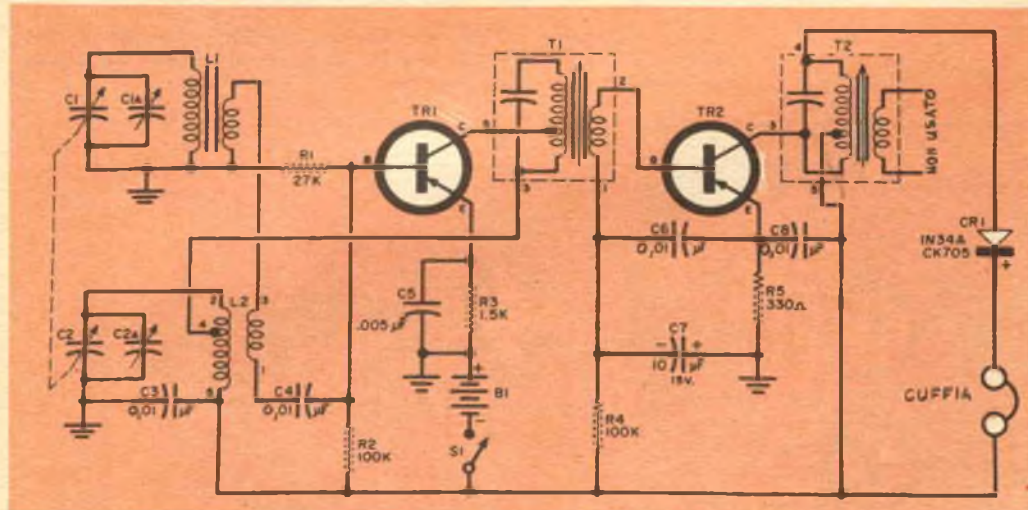

Fig. 1 - Ricevitore supereterodina a due transistori.
**Ricevitore a due transistori.** — Molte persone, compresi dilettanti esperti e principianti, pensano che un ricevitore supereterodina debba avere quattro, cinque o anche sei stadi; il circuito di fig. 1, che combina la selettività e sensibilità di una supereterodina con la semplicità, il basso costo e la facilità costruttiva di un apparecchio a due